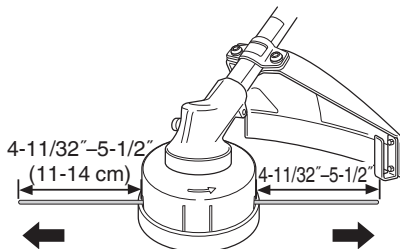

Fig. 26
- (7) La longitud inicial de la línea de corte deberá ser de 4-11/32"-5-1/2" (11-14 cm) aproximadamente e igual a ambos lados. (Fig. 26)